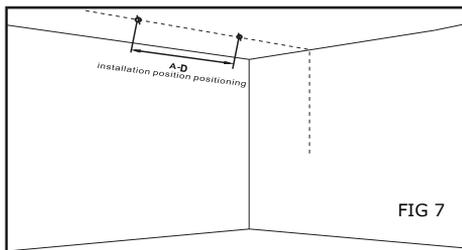

FIG 7
2. In the track installation area, using the tool mark a straight line and the hole position for installing the track (Fig 7).
2. Dans la zone d'installation du rail, à l'aide d'un instrument, tracez une ligne droite et la position du trou pour l'installation du rail (réf. Fig 7).